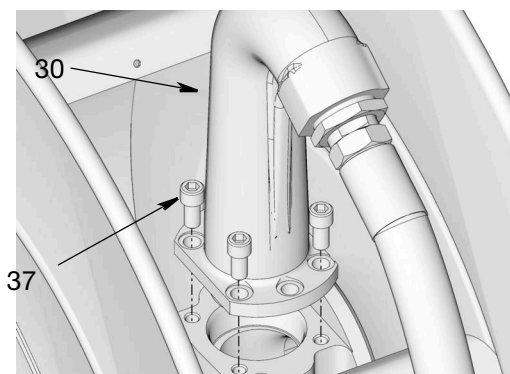

Fig. 12: In figura, modello a bassa pressione
15. Installare l'uscita (30) sul rocchetto. Riposizionare e serrare saldamente tutti i bulloni (37). Serrare i bulloni a una coppia di 32,54 - 40,67 N.m (24 - 30 lb-ft.) (Fig. 12).
- I modelli a bassa pressione (mostrati in Fig. 12) utilizzano 4 bulloni (37).
- I modelli a media pressione (non in figura) utilizzano 6 bulloni (37).